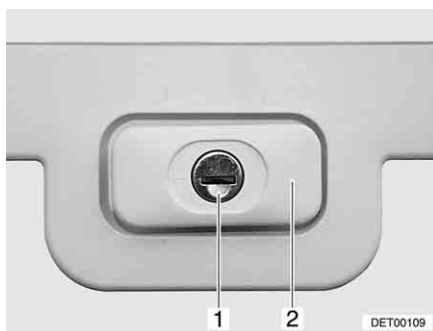

Bild 31 Lucklås, fyrkantigt, låst
- Stick in nyckeln i låscylindern (Bild 31,1) och vrid ett kvarts varv. Låshandtaget (Bild 31,2) frigörs.